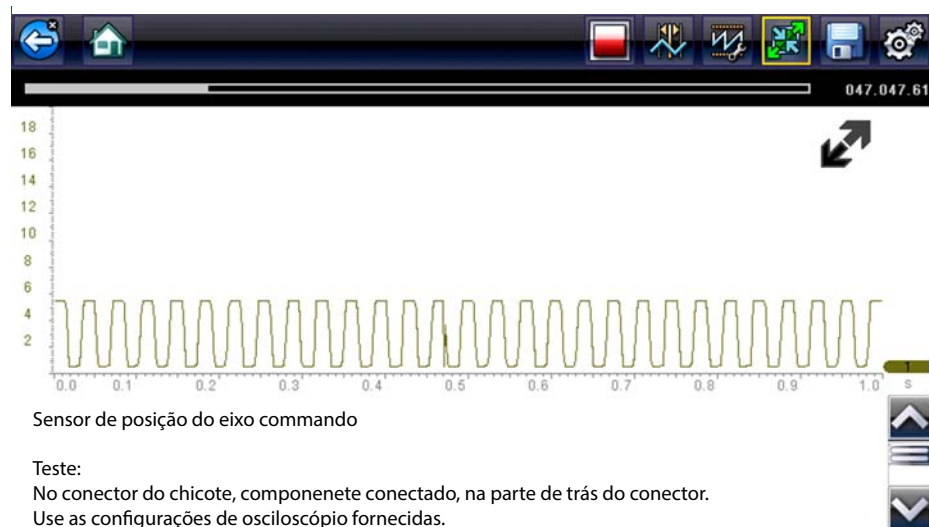

Figura 7-7 Tela de teste
3. Selecione uma opção da lista de Testes de componente guiado e a tela de teste é exibida (Figura 7-7).